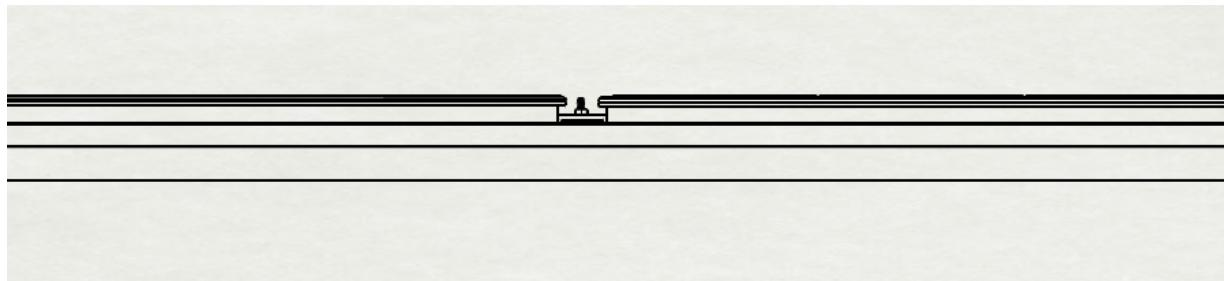

図 10
- 取り付け中、2つの製品間の距離を $32\pm2\text{mm}$ に管理してください。(図10)